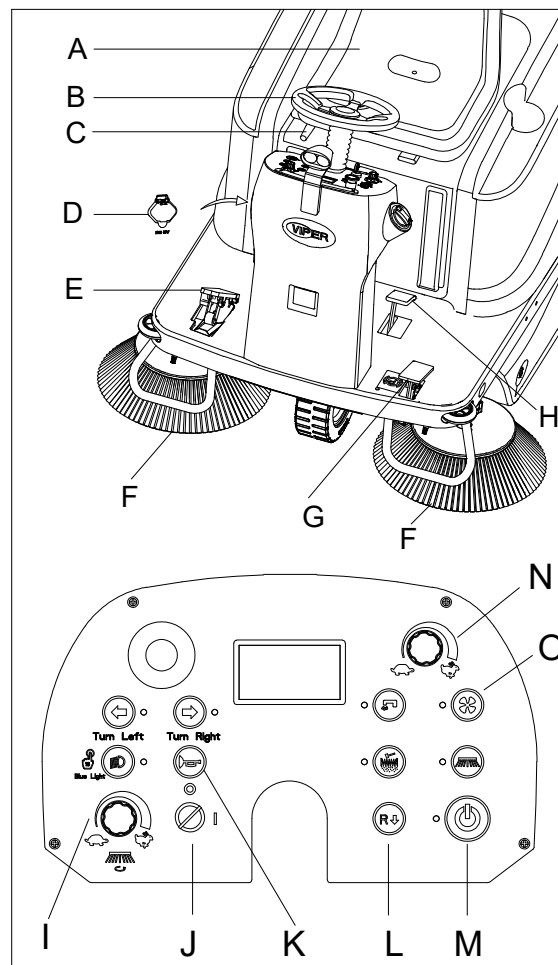

Figura 10
1. Siéntese en el asiento de conducción (A, Figura 10) y ajuste la posición con la palanca (C, Figura 10) para facilitar el acceso a todos los controles.
El asiento de conducción (A, Figura 10) está equipado con un sensor de seguridad, que permite que la máquina se conduzca solo cuando el operador está en el asiento del conducción.
2. Siéntese en el asiento (A, figura 10), inserte la llave de encendido (J, figura 10) y gírela hasta «I».
4. Pulse el botón de arranque (M, Figura 10) para poner en marcha la máquina, los cepillos laterales y el cepillo principal se bajan automáticamente al suelo.
5. Pise el pedal del acelerador (E, Figura 10), lleve la máquina hacia adelante o hacia atrás con el volante (B, Figura 10) y el botón de avance-retroceso (L, Figura 10). La velocidad de rotación se puede ajustar con perilla del regulador de la velocidad (N, figura 10). Los cepillos principales/laterales y el motor de aspiración comienzan a funcionar.
6. Ajuste la velocidad de rotación del cepillo lateral con la perilla del regulador de la velocidad de rotación de los cepillos (I, Figura 10) según las necesidades de limpieza.
7. El puerto de carga USB (D, Figura 10) se puede utilizar para cargar el teléfono móvil o la tablet cuando la llave de encendido (J, Figura 10) esté en «I».
8. Presione el botón de bocina (K, figura 10) para avisar a las personas cuando sea necesario.
El cepillo principal y los cepillos laterales (F y H, Figura 10) se pueden bajar y levantar incluso cuando la máquina se está moviendo. El cepillo principal y los laterales no giran cuando se levantan.
9. Empiece barriendo girando el volante (B, Figura 10) y llevando la máquina hacia adelante con el pedal del acelerador (E, Figura 10).
10. Desenganche el pedal del acelerador (E, Figura 10) y la máquina deja de moverse.
11. Pulse de nuevo el botón de arranque (M, Figura 10) para desactivar los cepillos, el motor de aspiración y la bomba. El cepillo principal y los cepillos laterales se levantan del suelo automáticamente. El sistema de aspiración se apaga después de algunos segundos.
4. Para aspirar materiales de desecho ligeros y voluminosos, levante el caucho delantero presionando el pedal de aleta (H, Figura 10); tenga en cuenta que la capacidad de aspiración de la máquina se reduce cuando se levanta el caucho delantero.